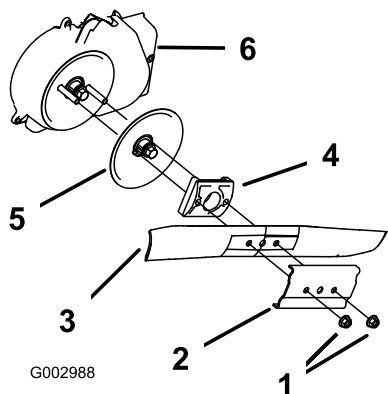

Figura 50
3. Retire las 2 tuercas de la cuchilla y el refuerzo (Figura 50).
4. Retire la cuchilla (Figura 50).
5. Retire el impulsor de la cuchilla y el disco (Figura 50).
6. Retire el protector del embrague del freno de la cuchilla (Figura 50).
8. Instale el protector del embrague del freno de la cuchilla (Figura 50).
9. Instale el impulsor de la cuchilla (Figura 50).
10. Instale la cuchilla (Figura 50).
11. Instale el refuerzo (Figura 50).